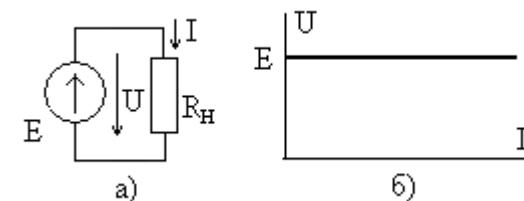

Рис. 6.1
**Идеальным источником напряжения** называют источник, напряжение  $U$  на зажимах которого, создаваемое внутренней электродвижущей силой (ЭДС  $E$ ), не зависит от формируемого им в нагрузке  $R_H$  тока  $I$  (рис. 6.1а). При этом имеет место равенство  $U = E$ . Вольтамперная характеристика идеального источника напряжения показана на рис. 6.1б.
Действующие в цепи **идеальные источники** тока и (или) напряжения отдают мощность в подключенную к ним цепь (нагрузку). Для цепи на рис. 6.1а отдаваемая идеальным источником напряжения мощность  $P_E$  равна